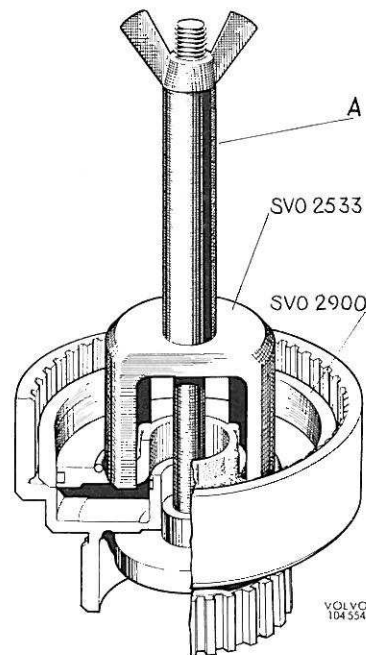

Figure 72. Montage du piston dans l'embrayage avant
17. Monter la bague d'étanchéité sur le piston et le joint torique dans le carter. Poser le piston dans la bague de montage SVO 2900. Enfoncer le piston pour le placer à la même hauteur que le bord inférieur de la bague. Poser la bague et le piston dans le carter. Enfoncer le piston avec l'outil-presser SVO 2533 et le tuyau A comme le montre la figure 72. Monter le ressort, face bombée tournée vers l'arrière. Poser le circlips. Remarque : Le ressort et le circlips existent en plusieurs épaisseurs. Il faut toujours appairer un ressort épais (épaisseur : 1,9 mm) avec un circlips mince (épaisseur : 0,95 mm) et un ressort mince (épaisseur = 1,65 mm) avec un circlips épais (épaisseur = 1,15 mm).